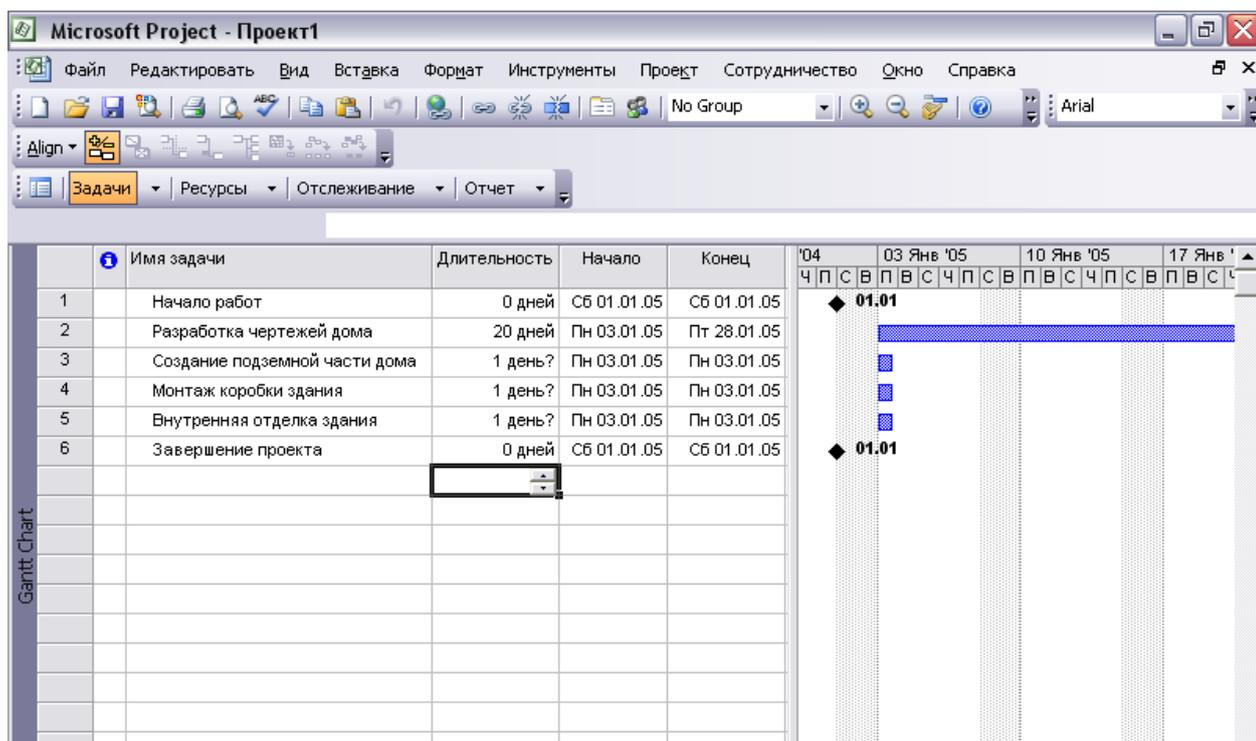

Рис.4. Таблица работ с контрольными точками
- Создайте вторую контрольную точку **Завершение проекта** в конце списка работ (рис.4).